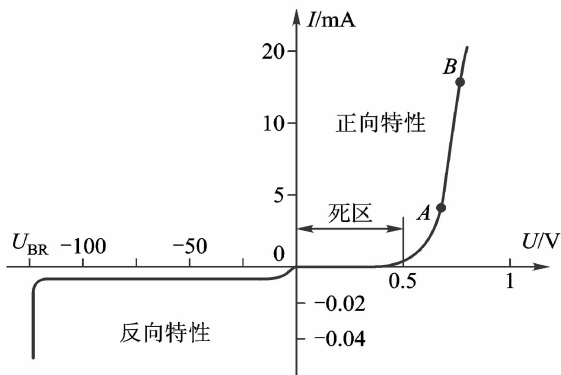

图 1-1-5 二极管的特性曲线
所谓“伏安特性”, 是指加到元器件两端的电压与通过电流之间的关系。二极管的伏安特性曲线如图 1-1-5 所示。
当正偏电压 U 不低于某一值的时候, 正向电流 I 迅速增加, 二极管处于正向导通状态。且正偏电压 U 的微小增加都能使正向电流 I 急剧增大, 如图 1-1-5 中 AB 段所示。
(2) 反向特性 是指二极管加反偏电压时的伏安特性, 为图 1-1-5 中的第三象限曲线。